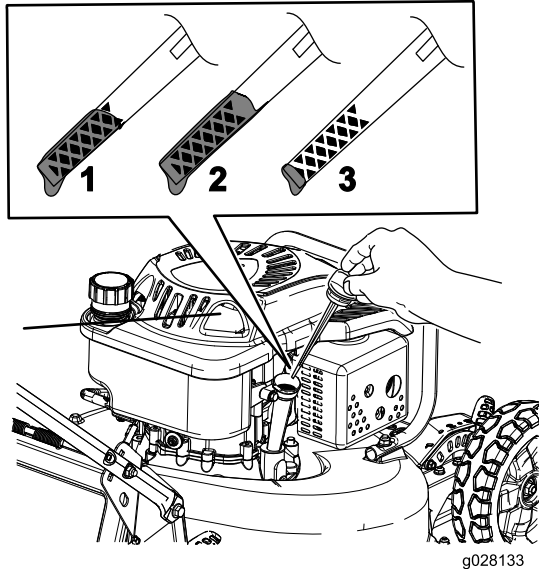

Figura 21
8. Retire la varilla y compruebe el nivel de aceite en la misma (Figura 21).